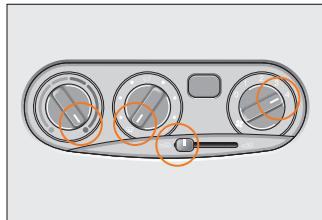

Рис. 59. Предохранение стёкол от запотевания и замерзания
**Предохранение стёкол от запотевания и обмерзания (рис. 59).** Для предохранения ветрового стекла и стёкол дверей от запотевания в летнее время достаточно направить на них холодный воздух. Для этого установите средний вращающийся переключатель в положение  , а рычаг управления заслонкой в крайнее левое положение .